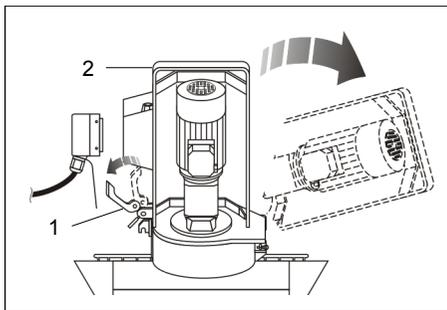

FIG.7 (Apertura dispositivo bloccaggio gruppo motoriduttore)
- 2) Aprire il dispositivo di bloccaggio del gruppo motoriduttore (**FIG.7-Rif.1**);
- 3) Ruotare in senso orario la flangia gruppo motoriduttore (**FIG.7-Rif.2**);